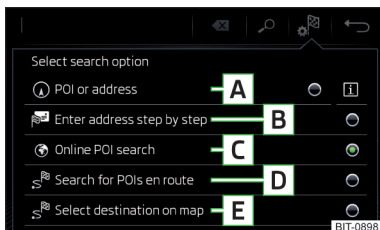

Fig. 220
Suprafețe de comandă funcții » fig. 220
- ▶ Apoi atingeți suprafața de comandă funcții a uneia dintre opțiunile de meniu pentru căutarea destinației **A**, **C** sau **D** » fig. 220 la pagina 188.
- ▶ Apoi atingeți suprafața de comandă funcții **[E]** → **[E]** » fig. 220 la pagina 188.